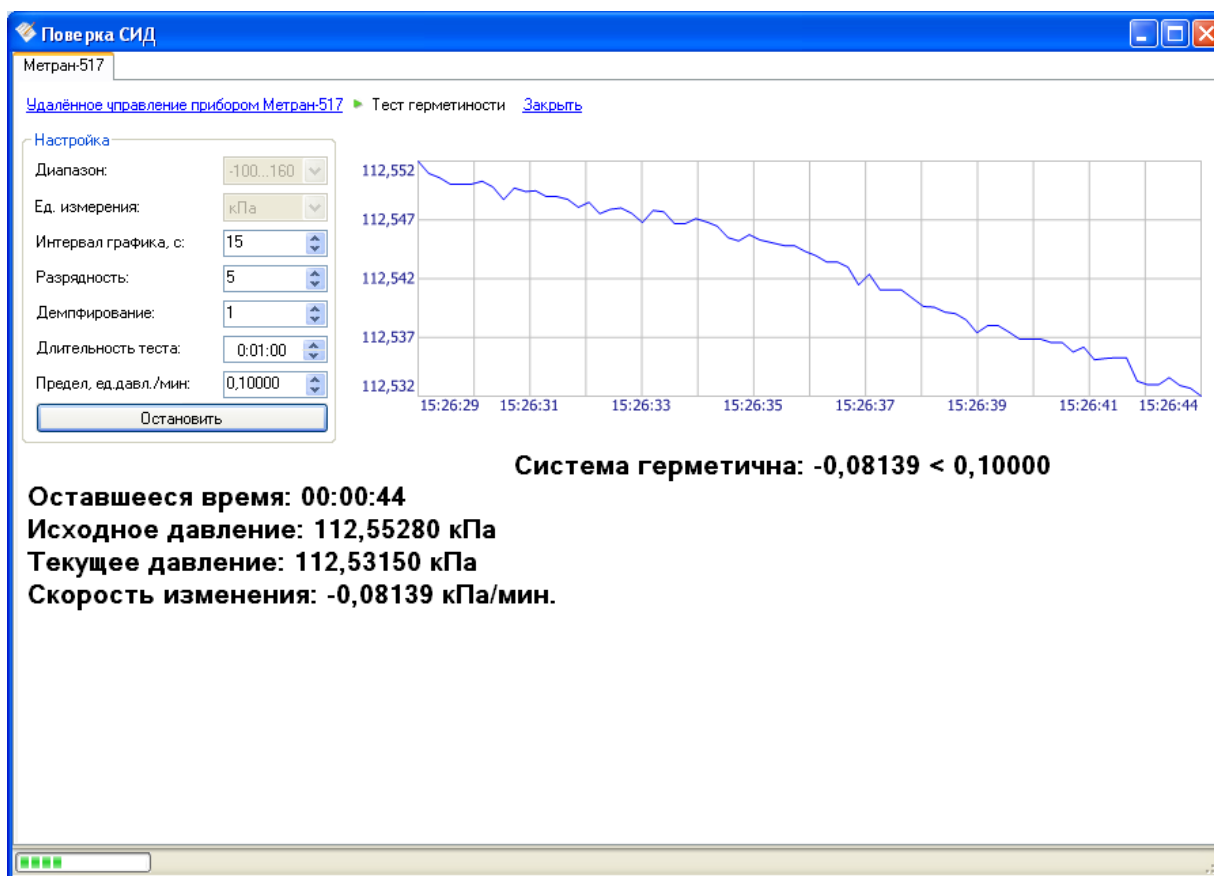

Рисунок 4.96 – Режим «Тест герметичности»
- Тест герметичности (см. Рисунок 4.96)
В окне программы расположены следующие компоненты (см. Рисунок 4.96):